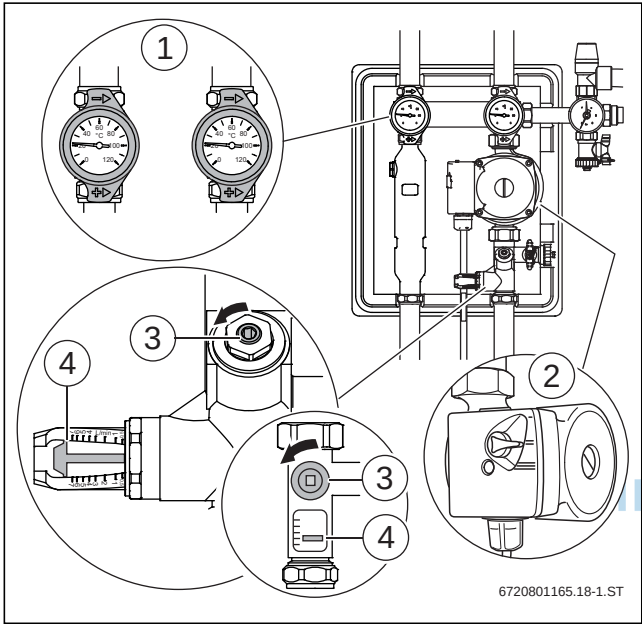

Bild 191 Volumenstrom einstellen
- Im Sichtfenster des Durchflussbegrenzers der Volumenstrom kontrollieren (→ Bild 191, [3]).
- Zur Voreinstellung des Volumenstroms: Stufenschalter der Solarpumpe (→ Bild 191, [4]) so einstellen, dass der erforderliche Volumenstrom mit möglichst niedriger Stufenwahl erreicht wird. Bei Pumpen, die über die Regelung drehzahlregelt werden, darf der Stufenschalter nicht unter 2 eingestellt werden.